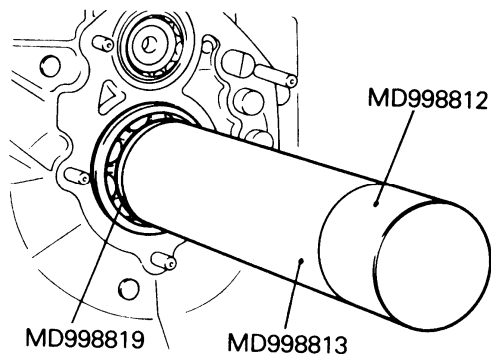

图 3-53 安装主驱动齿轮轴承
(1) 安装主驱动齿轮轴承时，如图 3-53 所示，用专用工具安装主驱动齿轮轴承。